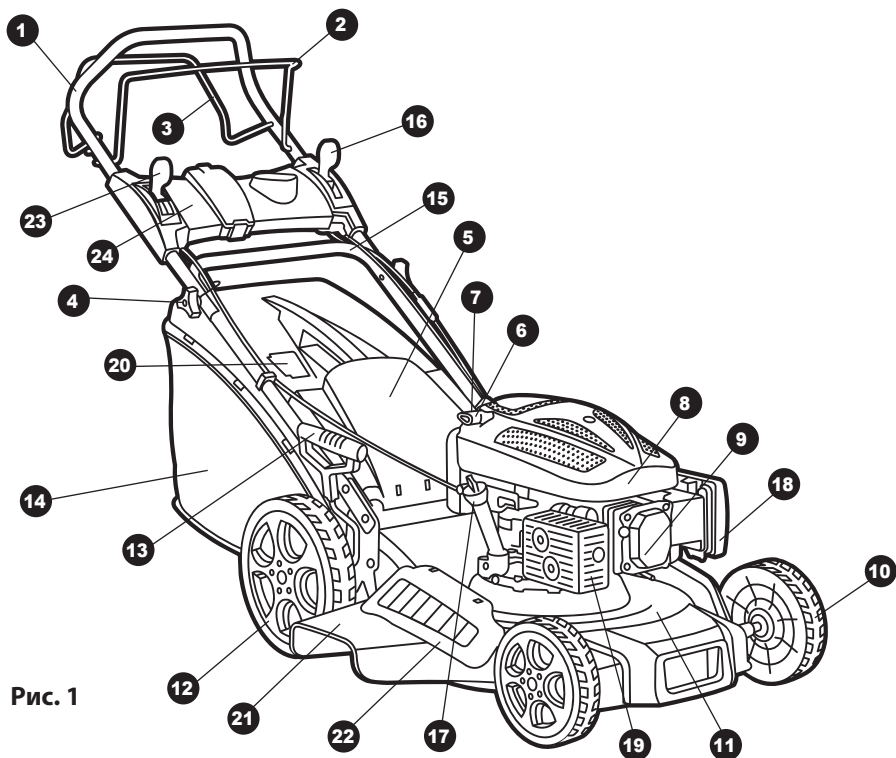

Рис. 1
2. Залейте необходимый уровень топлива, в заливную горловину топливного бака 7 (рис.1). Используйте неэтилированный бензин с октановым числом выше 90